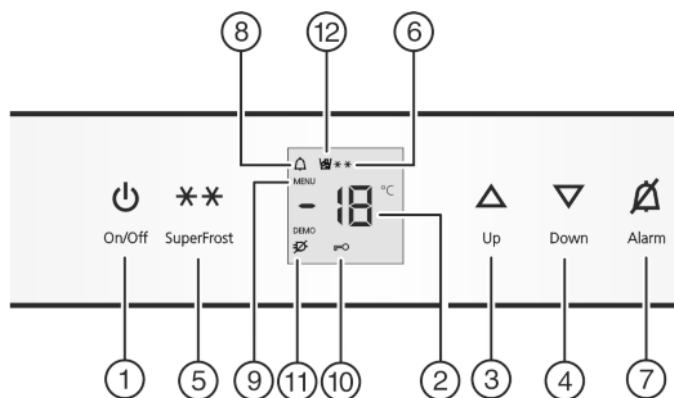

Fig. 2
- nacisnąć przycisk On/Off Fig. 2 (1).
- Aktywacja trybu regulacji: Nacisnąć i przytrzymać przycisk SuperFrost Fig. 2 (5) przez ok. 5 s.
- ▷ Świeci symbol menu Fig. 2 (9).
- W celu wyłączenia zabezpieczenia przed dziećmi krótko nacisnąć przycisk SuperFrost Fig. 2 (5).
- W celu włączenia zabezpieczenia przed dziećmi krótko nacisnąć przycisk SuperFrost Fig. 2 (5).
- ▷ Świeci symbol zabezpieczenia przed dziećmi Fig. 2 (10). Na wskaźniku miga **c**.
- ▷ Symbol zabezpieczenia przed dziećmi Fig. 2 (10) gaśnie. Na wskaźniku miga **c**.
- Dezaktywacja trybu regulacji: nacisnąć przycisk On/Off Fig. 2 (1).
- Nacisnąć przycisk Alarm Fig. 2 (7).
Jednocześnie miga wskaźnik temperatury i symbol Alarmu Fig. 2 (8).
Akustyczny sygnał ostrzegawczy milknie automatycznie, znika symbol Alarmu Fig. 2 (8) i wskaźnik temperatury przestaje migać, gdy temperatura będzie ponownie wystarczająco niska.
- Nacisnąć przycisk Alarm *Fig. 2 (7)*.
- Ustawianie wyższej temperatury: nacisnąć przycisk ustawiania Up *Fig. 2 (3)*.
- Ustawianie niższej temperatury: nacisnąć przycisk ustawiania Down *Fig. 2 (4)*.